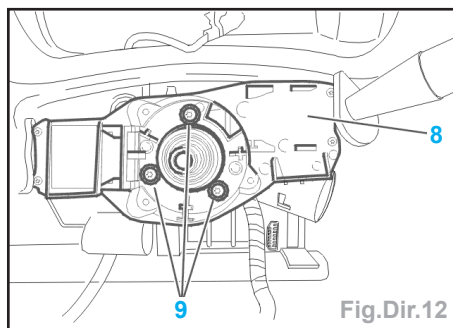
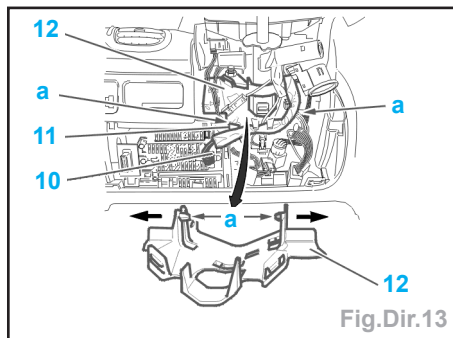

Fig.Dir.12
Fig.Dir.13
- les vis (9) (Fig.Dir.12),
- support combinatoire (8).
- Débrancher les connecteurs (10), (11) (Fig.Dir.13).
- Dégager les faisceaux bridés sur le protecteur (12).
- Déclipper le protecteur (12) à sa partie inférieure (a).
- Déposer le protecteur (12).